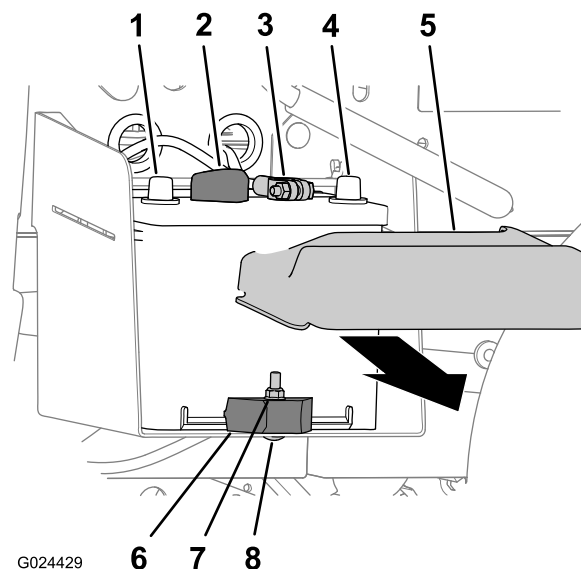

Figura 49
1. Apriete los lados de la tapa de la batería y retire la tapa de la parte superior de la batería (Figura 49).
2. Desconecte el cable negativo de la batería del borne de la batería (Figura 49).
3. Desconecte el cable positivo de la batería del borne de la batería (Figura 49).
2. Retire la contratuerca, el perno de cuello cuadrado y la abrazadera que sujetan la batería a la bandeja de la batería (Figura 49).
3. Retire la batería de su bandeja (Figura 49).
1. Alinee la batería con la bandeja de la batería de la máquina (Figura 49).
Nota: Asegúrese de que los bornes positivo y negativo de la batería están alineados según se muestra en Figura 49.
2. Sujete la batería a la bandeja de la batería con la abrazadera, el perno de cuello cuadrado y la contratuerca (Figura 49).
1. Conecte el cable positivo de la batería al borne de la batería (Figura 49).
2. Conecte el cable negativo de la batería al borne de la batería (Figura 49).
3. Instale la tapa de la batería en la parte superior de la batería (Figura 49).